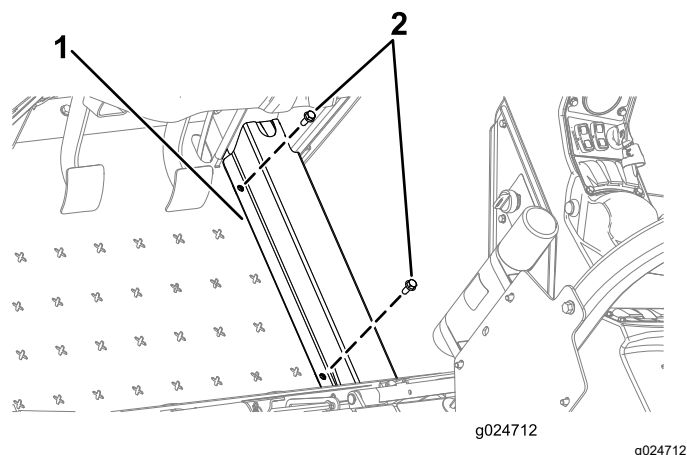
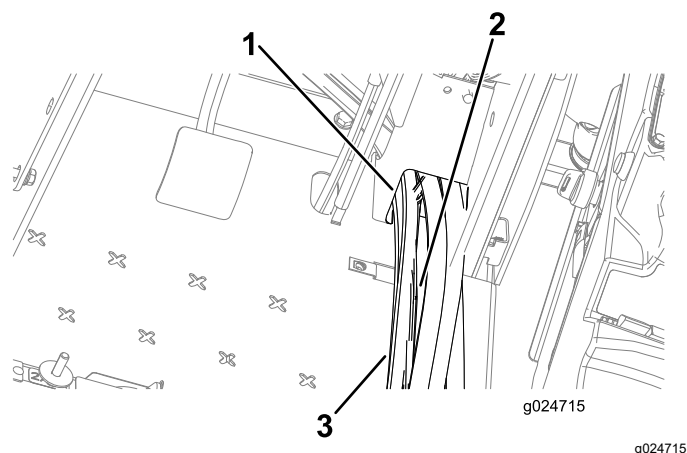

Figura 7
Figura 8
1. Remova os dois parafusos que prendem a cobertura de tubos à máquina e retire a cobertura (Figura 7 e Figura 8).